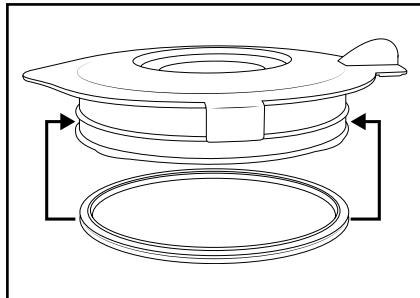

Abb. 3
- Reinigen Sie den Mixaufsatz ❸ nur mit einer langstieligen Spülbüste, so dass Sie sich nicht am Schneidmesser ❸ verletzen können.
- Reinigen Sie die Dosierkappe ❶ und den Deckel ❷ in milder Seifenlauge. Für die Reinigung mit der Hand können Sie die Gummidichtung ❹ entfernen. Achten Sie darauf, dass die Gummidichtung ❹ wieder richtig aufgesetzt ist, bevor Sie den Deckel ❷ erneut verwenden (Abb. 3).